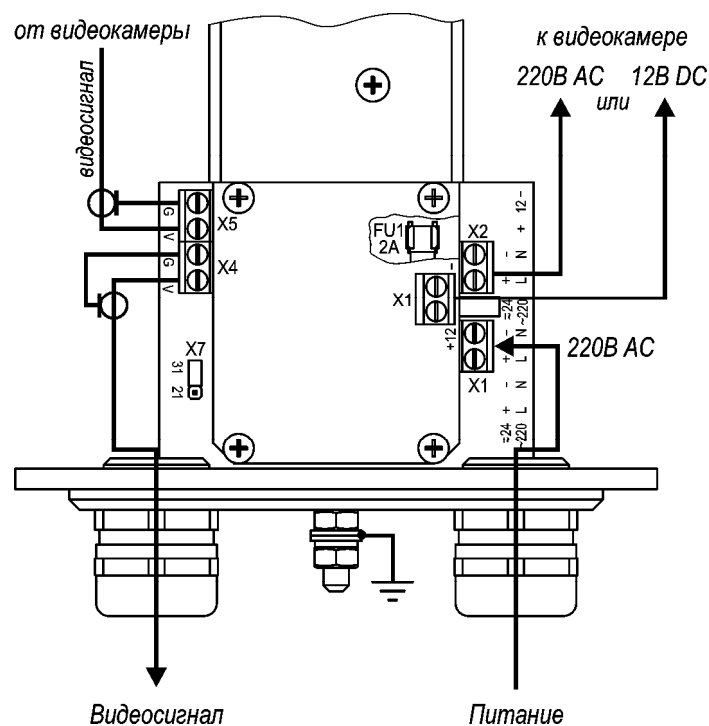

Рис.2 Подключение ТГБ-9-24/12(24); ~24/12(~24)
4. Подсоединить видеокамеру к контактам платы коммутации в соответствии со схемой подключения (рис.2, 3 или 4).
5. Ввести через гермовводы внешние кабели (кабель видео или интерфейсный кабель и кабель питания) и подключить их к плате коммутации (рис.2 или 3).
Предприятием изготовителем джампер Х7 установлен в положение «31» - мощность обогрева 31 Вт, для изменения мощности на 21 Вт джампер Х7 необходимо переставить в положение «21» (см. рис.2 и 3).